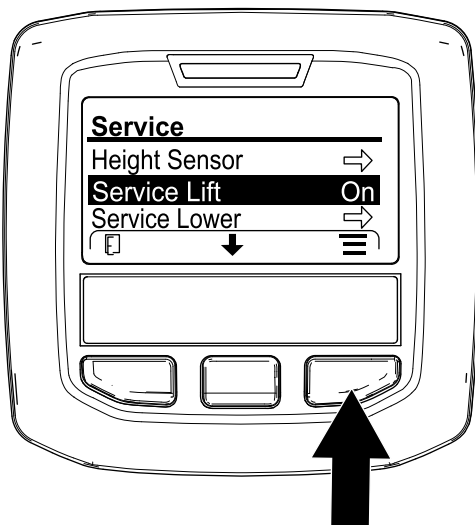

Bild 131
4. Drücken Sie die mittlere InfoCenter-Taste, bis die Option ANHEBEN IN WARTUNGSSTELLUNG ausgewählt ist (Bild 131), und drücken Sie die rechte Taste.